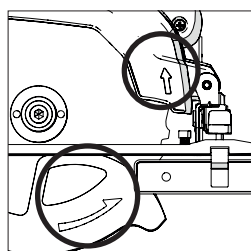

Fig. 6
- Asigurați-vă că săgețile imprimate pe disc, care indică direcția de rotire, corespund săgeților de direcție a rotației de pe scuturile de disc superior și inferior ale unelei. (**Fig. 6**)